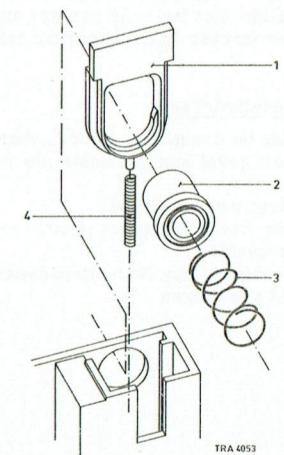

Fig. 2
3. To check compression spring 4 (see Fig.2).
3. Contrôle du ressort de pression 4 (voir fig.2).
3. Controllare la molla di compressione 4 (ved. fig.2).
3. Controle van drukveer 4 (zie fig.2).
3. Kontrolle von Druckfeder 4 (siehe Abb.2).
Replacing the ejector knob of the telescopic aerial (see Fig.2)
Verwisselen van de uitwerperknop voor de telescoopantenne (zie fig.2)